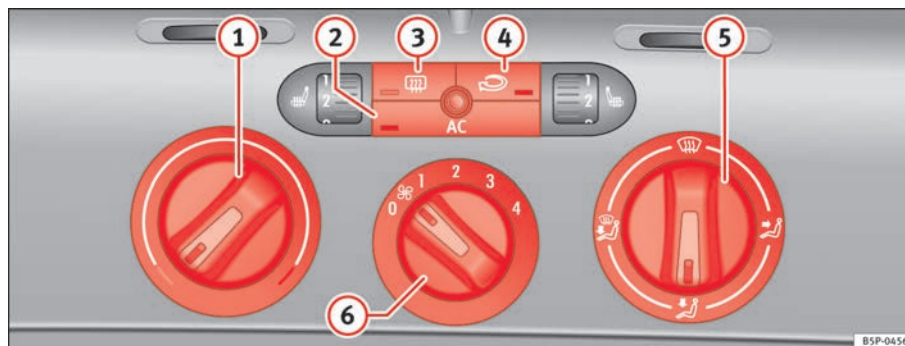

Fig. 108 Mandos del Climatic en el tablero de instrumentos
- Con los reguladores ⇒ fig. 108 (1) y (5) y con el mando (6) se regula la temperatura, la distribución del aire y la velocidad de la turbina.
- Pulse la tecla (2), (3) o (4) para activar o desactivar la función correspondiente. Cuando la función está activa, la ventana situada en la esquina inferior de la tecla se ilumina.
(1) Regulador de temperatura ⇒ página 154
(2) Tecla **AC** – Encender o apagar el grupo refrigerador ⇒ página 154
- (3) Tecla – Luneta térmica. Esta función se apaga automáticamente aproximadamente 20 minutos después de haberla conectado. Se puede desconectar antes pulsando de nuevo la tecla.
- (4) Tecla – Recirculación de aire ⇒ página 156
- (5) Regulador de la distribución de aire ⇒ página 154
- (6) Mando de la turbina. El caudal de aire tiene 4 niveles de ajuste. La turbina debería funcionar siempre en el nivel más bajo cuando se circule a poca velocidad.
- Encienda el climatizador con la tecla ⇒ **página 153, fig. 108**